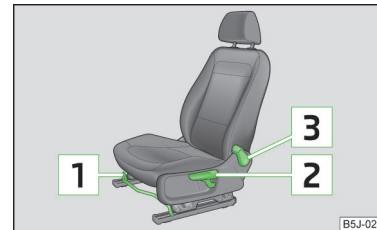

Abb. 38
- › Den Hebel (im mittleren Bereich)  » Abb. 38 nach oben ziehen und dabei den Sitz in die gewünschte Position schieben.
- › Möchte man den Sitz anheben, den Hebel  » Abb. 38 nach oben ziehen bzw. pumpen.
- › Die Sitzlehne entlasten (sich nicht anlehnen), den Hebel  » Abb. 38 nach hinten ziehen und mit dem Rücken die gewünschte Neigung der Sitzlehne einstellen.